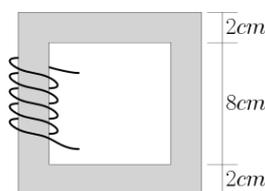

Figura 1.1: Bobina com núcleo quadrado. Profundidade igual a 2cm.
Na Figura 1.1 é apresentado um circuito magnético cujo núcleo tem profundidade de 2cm. Este circuito possui uma bobina com 1000 espiras e resistência interna de 10Ω .
- Qual a corrente que fluirá pela bobina do circuito da Figura 1.1 se ela for alimentada por uma fonte de 20V CC? Qual a corrente se ela for alimentada por uma fonte de 20V CA (com 60Hz)? Qual conclusão você pode tirar analisando esses resultados?